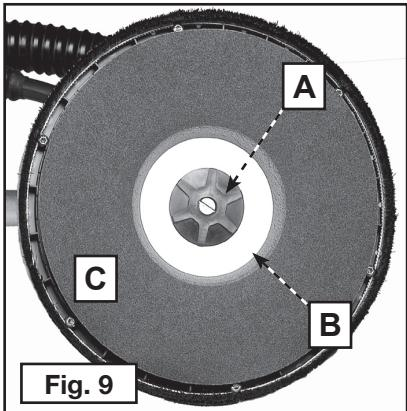
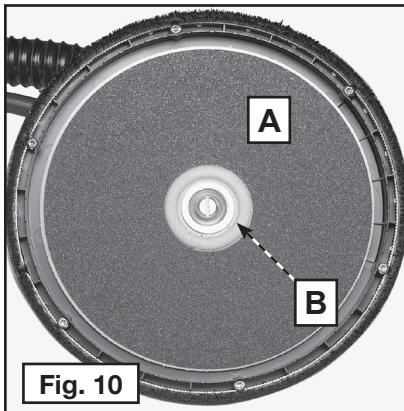

Fig. 9
Fig. 10
2. Destornille la tuerca de retención del cojín (A) Fig. 9, en el sentido contrario a las manecillas del reloj y remuévala.
3. Quite la arandela grande de metal (B) Fig. 9, y el cojín abrasivo (C) Fig. 9.
TOME NOTA: Al quitar el cojín abrasivo (C) Fig. 9, de la Lijadora; se puede ver un disco de apoyo (A) Fig. 10. Este disco también tiene una superficie abrasiva. Este material abrasivo SOLAMENTE evita el resbalamiento entre este disco y el cojín con respaldo de gomespuma y **NO ES** apropiado para lijar. **NO USE LA LIJADORA SIN QUE UN COJÍN ABRASIVO APROPIADO ESTÉ INSTALADO.**
- Coloque el nuevo cojín abrasivo sobre el disco de apoyo y asegúrese de que el agujero del cojín esté centrado con el cubo (B) Fig. 10, del disco de apoyo.
- Coloque la arandela grande de metal (B) Fig. 9, y la tuerca de retención (A) Fig. 9 en la Lijadora.